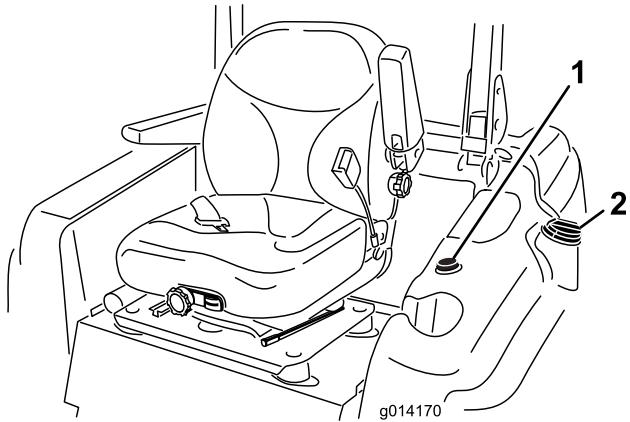

図 10
- 燃料タンクのキャップの周囲をきれいに拭いてからキャップを取る図10。